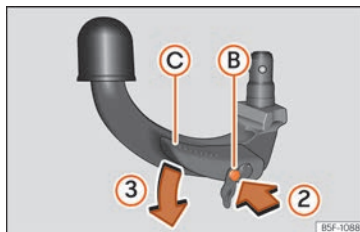

Fig. 253 Paso 2
- Presione el perno de desbloqueo (B) el sentido de la flecha ② y al mismo tiempo presione la palanca (C) el sentido de la flecha ③ hasta el tope » » fig. 253.